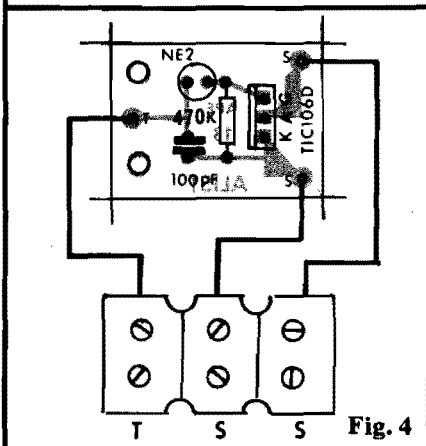

Fig. 4
- FIG. 4 - Diagrama da montagem. A plaquinha agora é vista pelo lado não cobreado, já com seus (poucos) componentes posicionados. ATENÇÃO à posição do SCR (TIC106D), com sua lapela metálica voltada para o centro da placa. Esse componente é polarizado e, se for ligado invertido, o circuito não funcionará (além de ocorrer dano ao próprio componente). A figura mostra também as conexões externas à placa, levadas a um conjunto de conetores parafusados (3 segmentos) que servirão para a instalação final do ALIST. Observar a codificação adotada para identificação desses conetores externos, comparando-a com a existente nas respectivas ilhas periféricas da plaquinha. Terminadas as soldagens e conexões, antes de se cortar as sobras de fios e terminais (pelo lado cobreado), é bom conferir tudo com atenção, inclusive verificando a qualidade dos pontos de solda.